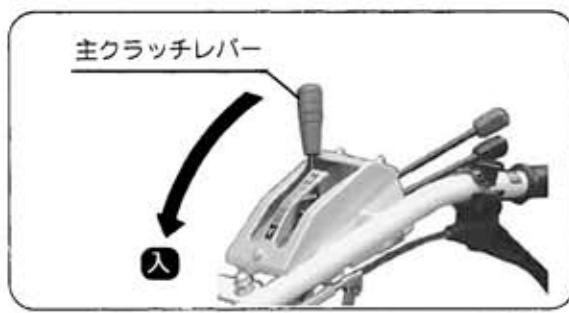

図39
- ② 主クラッチレバーを【入】位置にしてください。(図39)